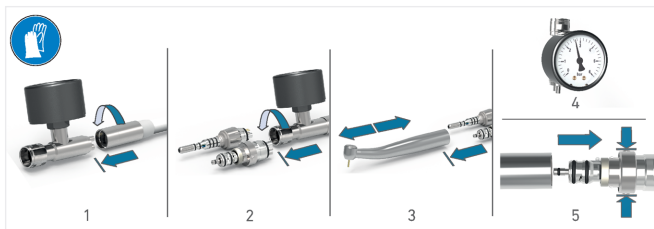

图.4
6. 要将BORA 2 LED系列与Unifix系列联轴节断开连接,按下2个侧锁(图.4步骤5),同时从联轴节上拆下涡轮机。